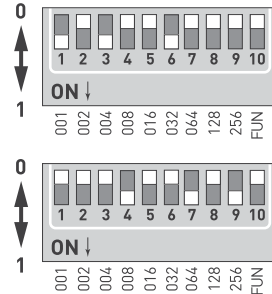

Рисунок 2. DIP-переключатели
- 3.7. Установите DMX-адрес декодера при помощи DIP-переключателей, расположенных на корпусе декодера (см. рис. 2).